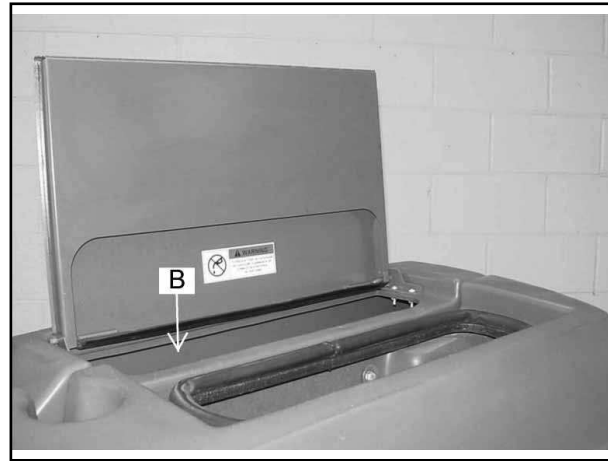

FIGURA 36
Abra la tapa de la solución (A) situada en el lado superior izquierdo de la máquina, como se muestra en la figura 36. Llene del depósito (B) con 55 gallons (208,197 litros) de agua y la mezcla correcta de limpiador industrial American-Lincoln para el trabajo en cuestión. Cierre el depósito de la solución.